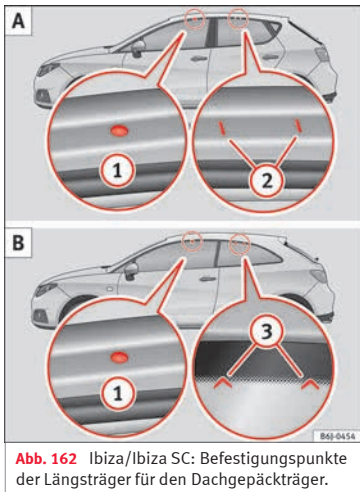

Abb. 162 Ibiza/Ibiza SC: Befestigungspunkte der Längsträger für den Dachgepäckträger.
Die vordere und hintere Befestigungspunkte ① und ② sind nur bei geöffneten Türen zu sehen » **Abb. 162 A**.
Die vorderen Befestigungspunkte ① sind nur bei geöffneten Türen sichtbar; die hinteren Befestigungspunkte ③ sind am oberen Rand der Seitenfenster mit Pfeilspitzen » **Abb. 162 B** markiert.